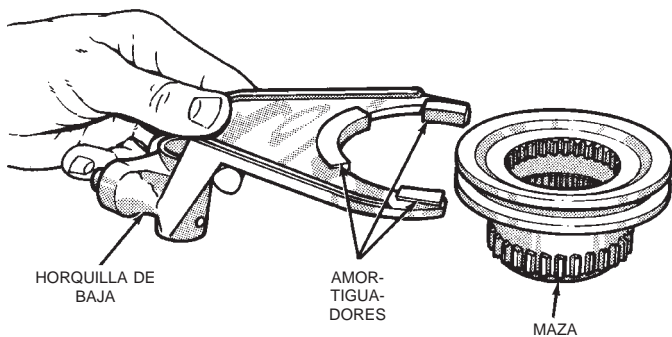

Fig. 69 Ensamblaje de la horquilla de baja y la maza
(3) Instale nuevos amortiguadores en la horquilla de baja, si fuese necesario (Fig. 69).
(4) Ensamble la horquilla de baja y la maza (Fig. 69).